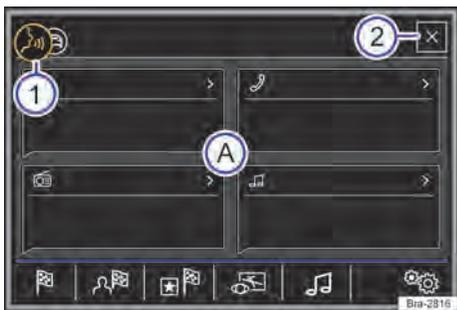

Fig. 160 Comando de voz: exibição do menu de ajuda e elementos falados.
– Somente falar os comandos de voz quando os sons sinalizadores e orientações faladas terminarem e o símbolo  → Fig. 160  aparecer no display.
É exibido um menu auxiliar com os comandos de voz mais importantes das áreas ativas (por exemplo navegação) → Fig. 160 (A). A exibição do menu auxiliar pode ser ligada e desligada no menu **Configurações do comando de voz** → Página 209.
Somente falar os comandos de voz quando os sons sinalizadores e orientações faladas terminarem e o símbolo **☰** → Fig. 160 (1) aparecer no display.